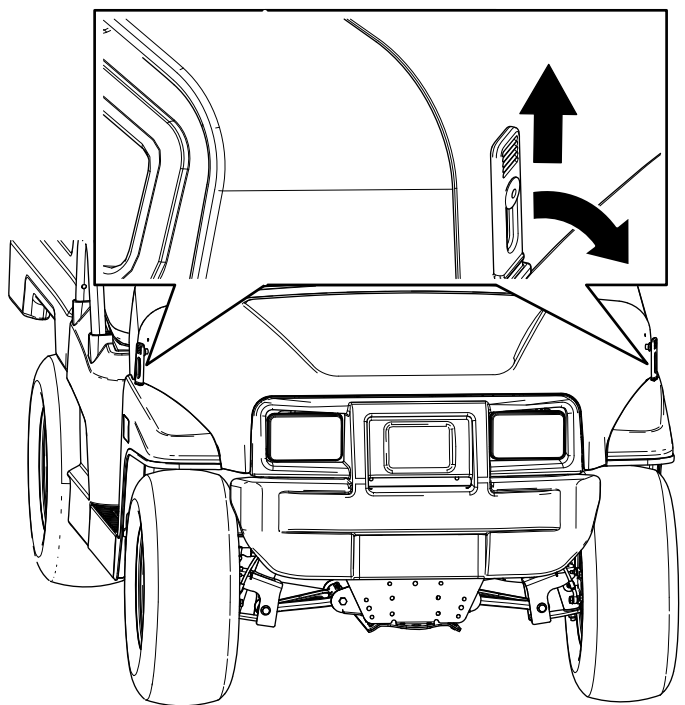

Figura 28
1. Tire hacia arriba de los cierres de goma de cada lado del capó (Figura 28).
2. Sujete el capó alineando los cierres de goma con los anclajes situados en cada lado del capó (Figura 28).